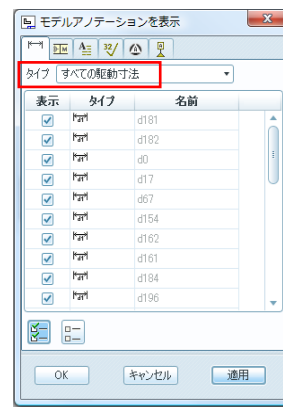

図 10-19 表示寸法リスト
4) 寸法表示を整理整頓する。アノテーション表示ボックスの下方の「すべて表示」 をクリックして、マウス中ボタンをまわすと正面図の赤い字で表示した寸法はすべて表示確定を意味する黒字表示になり、アノテーション表示ボックス内の寸法リストの 「チェック」は「ON」になる (図 10-19)。